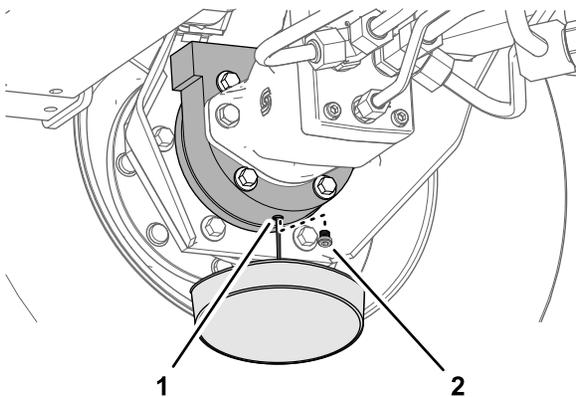

Рисунок 102
- Подставьте сливной поддон под корпус тормоза, снимите пробку сливного отверстия и дайте маслу полностью стечь (Рисунок 102).